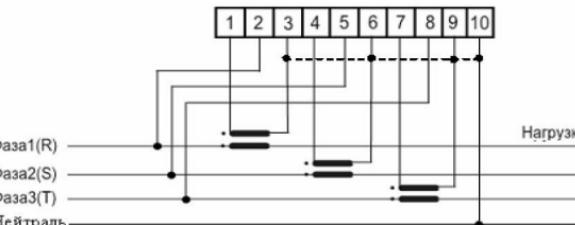

Рисунок 2 - Схема підключення лічильника CE303-U в корпусі S31
5.3 Порядок встановлення. Лічильник необхідно встановлювати в місцях з умовами за п.1.5. Підключення лічильника проводити у відповідності із схемою, зображену на кришці колодки затискачів (відповідає схемі на рис. 2).